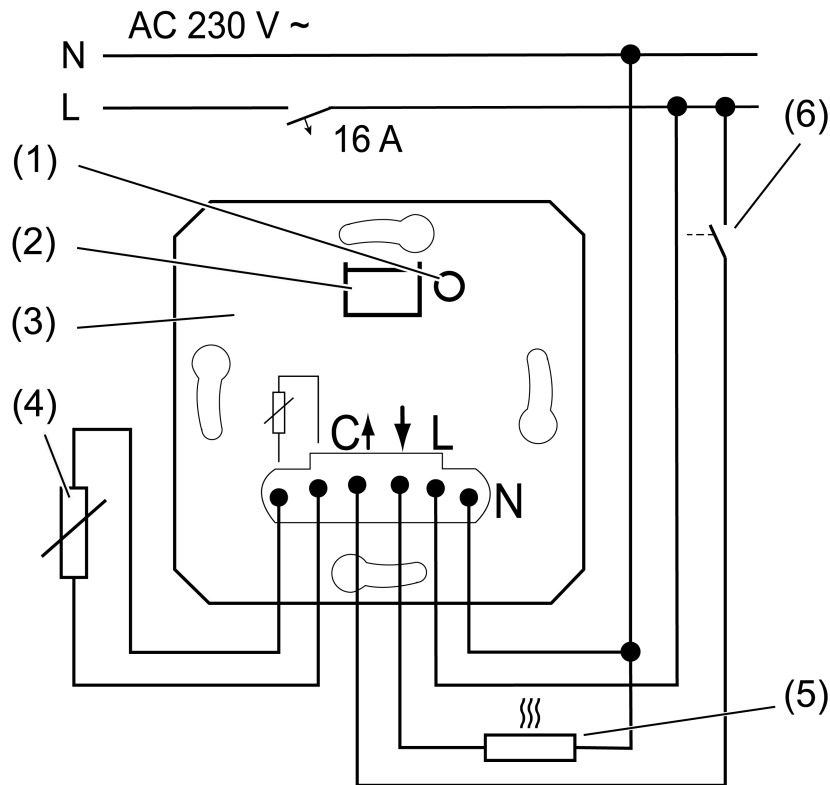

Bild 1: Anschlussbeispiel des Einsatzes
- (1) Taste **TEST**
- (2) Aufsatzschnittstelle mit LED
- (3) Einsatz
- (4) Fernfühler zur externen Temperaturmessung
- (5) Elektrische Fußbodenheizung oder elektrothermischer Stellantrieb
- (6) Schaltkontakt zum Umschalten auf Kühlbetrieb (optional)
- Einsatz (3) gemäß Anschlussplan anschließen (siehe Bild 1).
- Optional externen Fernfühler (4) (Zubehör) anschließen.
- i** Durch kurze Betätigung der Taste **TEST** (1) kann die Last geschaltet werden. LED (2) leuchtet bei eingeschalteter Last.